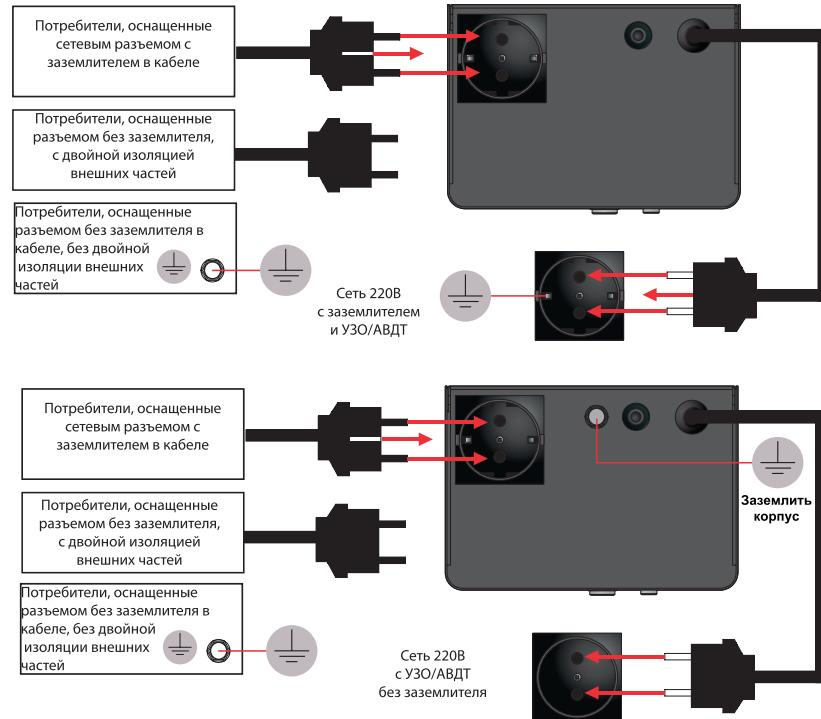

Рис.3
**10.3.4.** Подключаемые потребители должны иметь (рис.3):